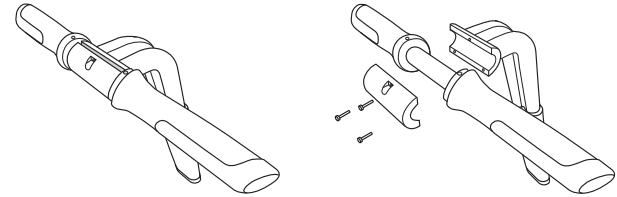

Figura 65: rimozione del manubrio
3. Rimuovere il montante LeanSteer dallo snodo (vedere la **Figura 65**).